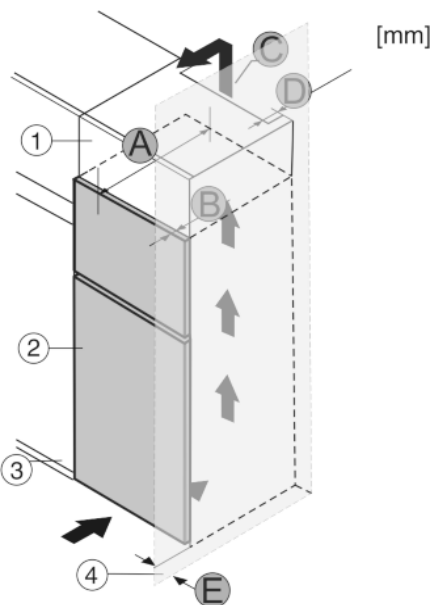

Fig. 18
Пристрій можна комбінувати з кухонними шафами. Для того, щоб пристрій Fig. 18 (2) вирівняти по висоті кухонної секції, на пристрій можна встановити антресольну секцію Fig. 18 (1).
Пристрій можна встановлювати безпосередньо поряд з кухонною шафою Fig. 18 (3). Для повного відкриття дверей пристрій повинен виступати на глибину Fig. 18 (B) відносно передньої панелі кухонної шафи. Залежно від глибини кухонних шаф та використання пристінних розпірок пристрій можна встановити так, щоб він виступав вперед.
- Задня сторона антресольної шафи повинна мати вентиляційний канал глибиною Fig. 18 (D) вздовж всієї ширини шафи.
- Під стелю приміщення слід дотримуватися поперечного перерізу вентиляційного відведення повітря Fig. 18 (C).
Якщо пристрій з шарнірами встановлюється поряд зі стінкою Fig. 18 (4), то між пристроєм та стінкою слід додержуватися відстані Fig. 18 (E).